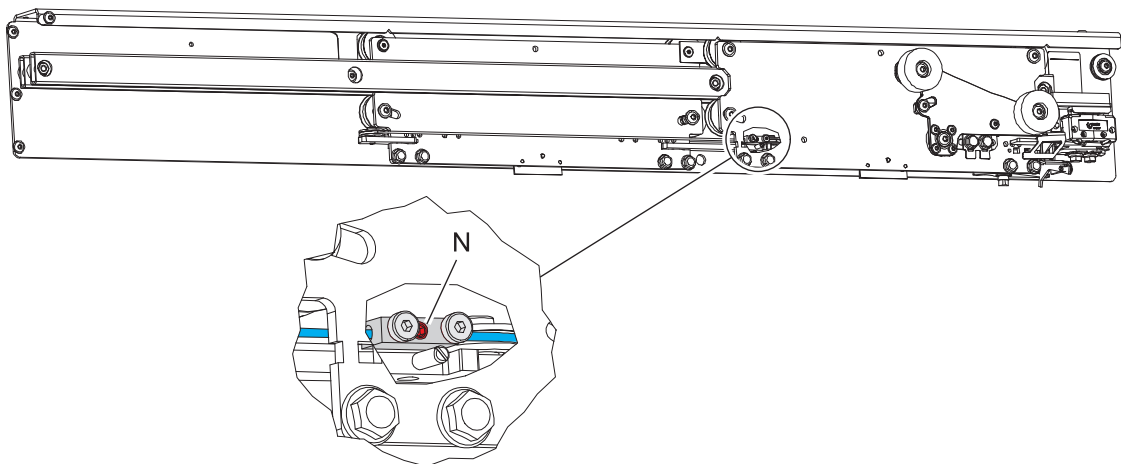

Abb. 73
- Funktionskontrolle durchführen, dazu Schiebetür so weit aufschieben, bis sichergestellt ist, dass das Riegelstücks (49) am Anschlag (51) anstößt und ein weiteres Aufschieben verhindert (siehe auch 4.3.8.2 auf Seite 37)
- Gewindestift (Abb. 73 (N)) lösen